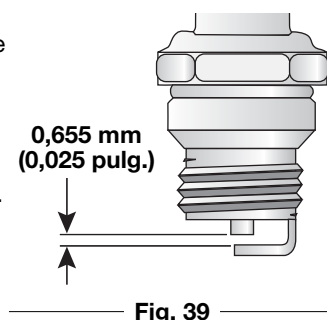

Fig. 39
3. Cambie las bujías que estén rajadas, sucias o deterioradas. Fije la separación de aire a 0,655 mm (0,025 pulgadas) utilizando un calibrador (Fig. 39).